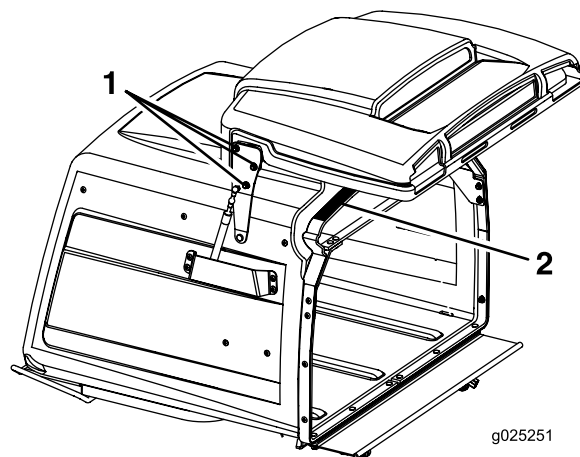

Figura 66
3. Allentate i 6 dadi della cerniera del portello (Figura 66).
4. Aprite la porta e posizionate una fascia in gomma di 9,5 mm o un flessibile di diametro 9,5 mm tra la tramoggia e il relativo sportello (Figura 66).